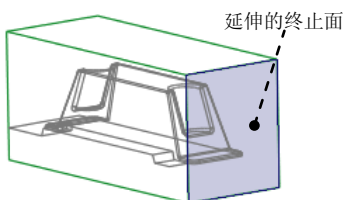
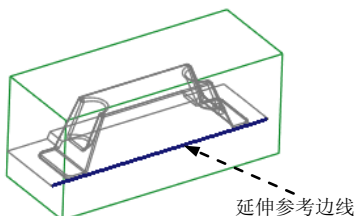
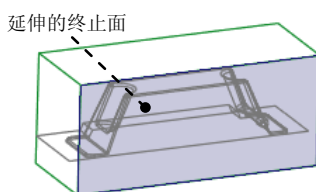

图 12.20 选取延伸的终止面
图 12.21 选取延伸边线
图 12.22 选取延伸的终止面
- (2) 单击 **分型面** 功能选项卡 **编辑** 区域的 **延伸** 按钮，此时出现 **延伸** 操控板。
- (3) 选取延伸的终止面。
- ① 在操控板中按下  按钮（延伸类型为至平面）。
- ② 在系统的提示下，选取图 12.20 所示的坯料的表面为延伸的终止面。
- ③ 单击  按钮，完成延伸曲面 4 的创建。
- (1) 按住 **Shift** 键, 选取图 12.21 所示的边线为延伸参考边线。
- (2) 单击 **分型面** 功能选项卡 **编辑** 区域的 **延伸** 按钮, 此时出现 **延伸** 操控板。
- ① 在操控板中按下 **至平面** 按钮 (延伸类型为至平面)。
- ② 在系统的提示下, 选取图 12.22 所示的坯料的表面为延伸的终止面。
- ③ 单击 **✓** 按钮, 完成延伸曲面 5 的创建。